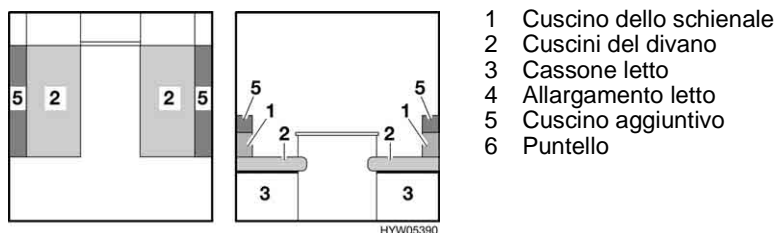

Fig. 49 Prima della trasformazione
- Sfilare il cuscino aggiuntivo (Fig. 49,5) dal cuscino dello schienale (Fig. 49,1). Il cuscino aggiuntivo è fissato a quello dello schienale tramite un nastro in velcro e può essere staccato con facilità.
- Riporre i cuscini dello schienale (Fig. 49,1).